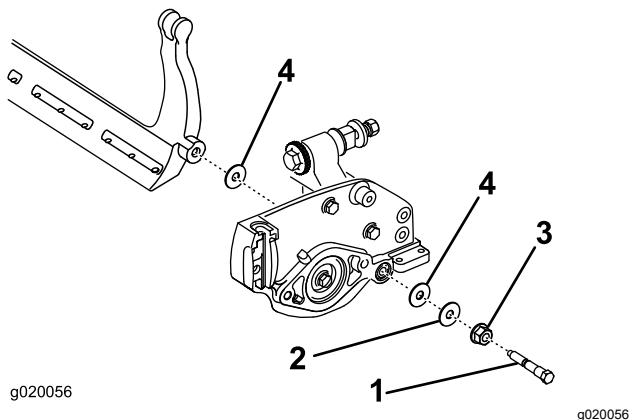

Figura 19
- Îndepărtați fiecare urub al barei de cadru, permițând tragerea în jos și îndepărtarea acestuia de pe unitatea de tăiere (Figura 19).
Asigurați-vă că la capătul barei de cadru există 2 aibe din nailon și 1 aibă din oel (Figura 19).
- Amplasai o aibă din nailon pe fiecare parte a butucului plăcii laterale. Amplasai o aibă din oel în afara fiecărei aibe din nailon (Figura 19).